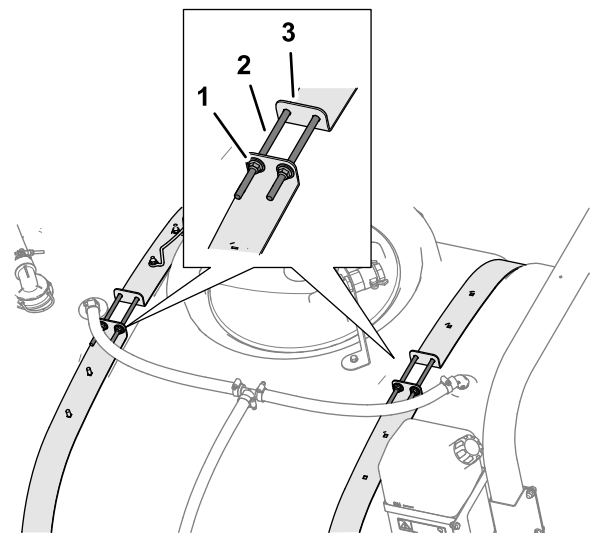

图 7
1. 松开固定两半冲洗水箱箍带的 4 个凸缘锁紧螺母和 4 个螺栓图 7。
- 拧紧箍带顶部的 4 个凸缘锁紧螺母和 4 个螺栓直到箍带与药缸表面齐平图 7。